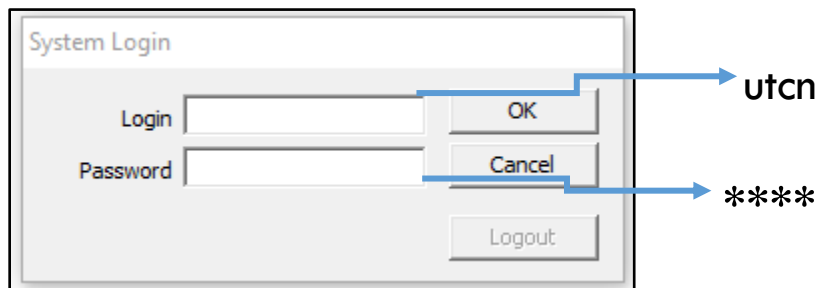

Fig.33. Date de logare
- 5 Butonul "User Settings" deschide fereastra de setări a interfeței disponibilă doar pentru admin, după cum se observă în Fig.33.